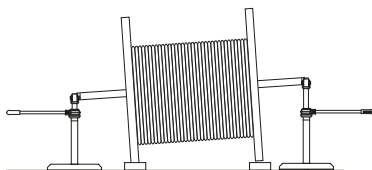

Figure 2
4. Placer les porte-bobines sous chaque extrémité de l'axe de sorte que les rouleaux des porte-bobines soient alignés à l'intérieur des cannelures de l'axe et qu'ils soient en contact avec celles-ci. (Fig. 2)
5. Tourner la poignée du porte-bobine dans le sens des aiguilles d'une montre pour déployer un porte-bobine jusqu'à ce que le dévidoir ne touche plus au sol. (Fig. 2)